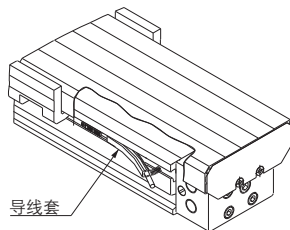

图3 导线套安装图
- 3) 请先将导线安装到导线套内, 再安装到气缸本体上(参见图3)。